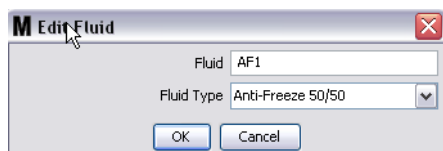

Рис. 70
- Нажмите кнопку «Modify» [Изменить], чтобы появилось окно «Edit Fluid» [Изменить жидкость] (Рис. 70). После внесения изменений нажмите кнопку «OK» [OK], чтобы закрыть окно и сохранить.